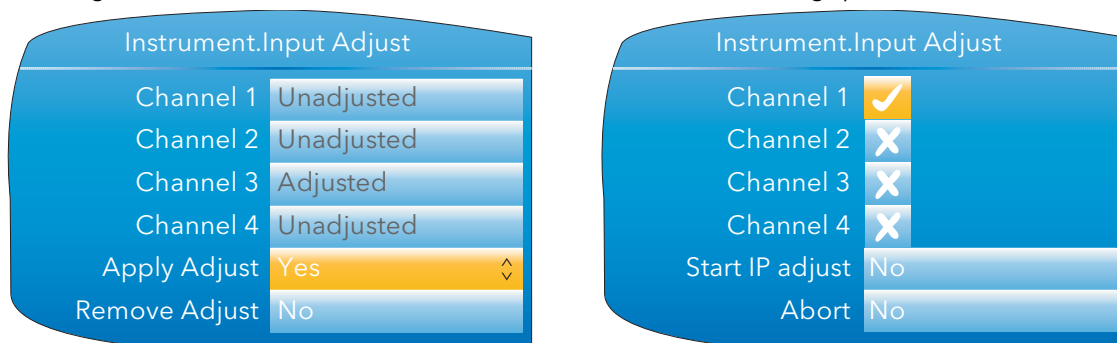

Abb. 4.1.7b Kanalanpassungsvorgang (1)
1. Wie in Abb. 4.1.7b gezeigt, markieren Sie das Feld „Apply Adjust“ und betätigen Sie die Parameter Taste, um in den Bearbeitungsmodus zu gelangen. Mithilfe der Mehr/Weniger Tasten wählen Sie „Yes“. Mithilfe der Parameter Taste ändern Sie das Kreuz bei Channel 1 in ein Häkchen („Check-Mark“). Auf die gleiche Weise können Sie andere Kanäle auswählen, die angepasst werden sollen.